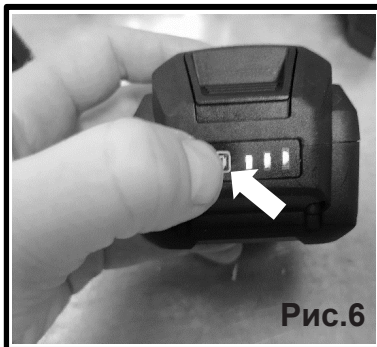

Рис.6
6.2. Индикатор заряда аккумулятора (рис.6).
Аккумулятор оснащен индикатором заряда. Чтобы посмотреть, насколько еще хватит мощности аккумулятора, нажмите кнопку индикации питания (рис.6). Обозначения заряда аккумулятора показаны в таблице.